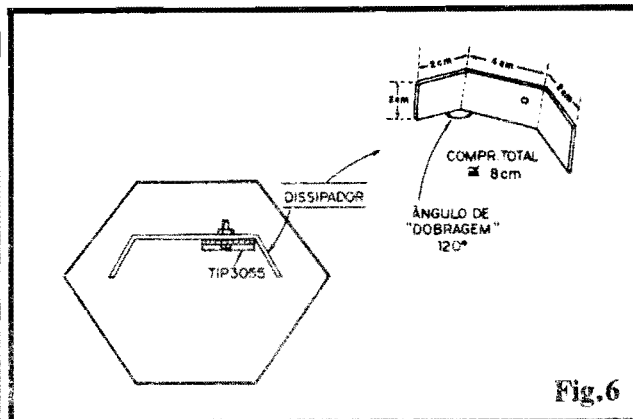

Fig.6
- FIG. 6 - DISSIPANDO O CALOR NO TIP3055...